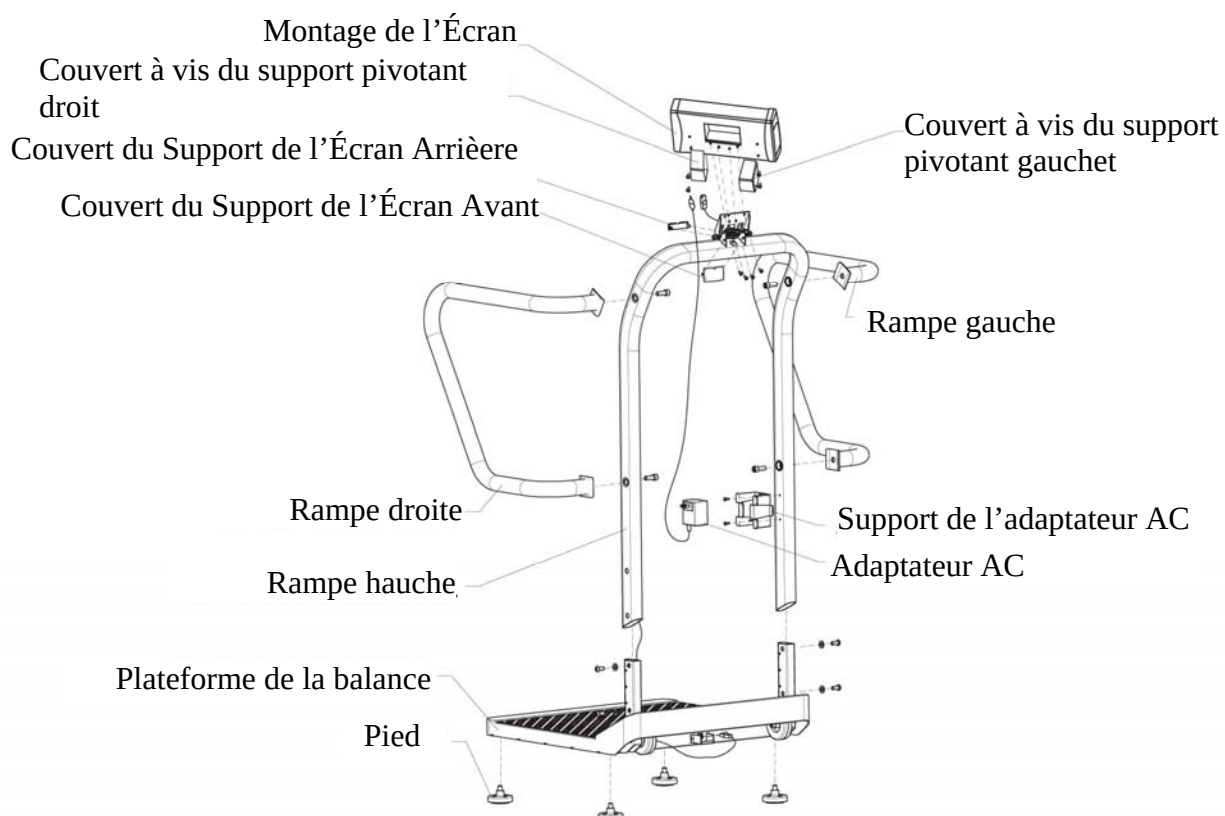

Figure 2
2. Situez et prenez la rampe centrale. Trouvez le câble de la cellule de charge, situé au bas de la rampe centrale. Détachez-le et tirez le par le bas (voir Figures 2 et 3 aux pages 9 & 10).
3. Positionnez la rampe centrale par dessus les supports de la rampe sur la plateforme et faites entrer le câble à travers le trou du support de la rampe situé sur la rampe droite dans la plateforme. Assurez-vous de ne pas pincer le câble. (voir Figures 2, 3 et 7 aux pages 9, 10, & 11).
8. Tirez l'excès de câble à travers le sommet de la rampe centrale (voir Figure 2 à la page 9).
9. Faites passer les (4) pieds sous la plateforme. Chacun des pieds devrait être complètement serré à main. Une fois serré, faites reculer les pieds de 1-1/2 tours complets. Ceci permet un bon fonctionnement de la cellule de charge pour la précision de la balance (voir Figure 2 et 7 aux pages 9 & 11).
12. Positionnez l'affichage près du support de l'affichage. Branchez le connecteur du câble de la cellule de charge dans le port de la cellule de charge à l'arrière du montage de l'écran. (voir Figures 2 et 6 aux pages 9 & 11).
17. Attachez les couvercles des supports avant et arrière de l'écran en appliquant une légère pression en mettant les couvercles en place (voir Figure 2 à la page 9).